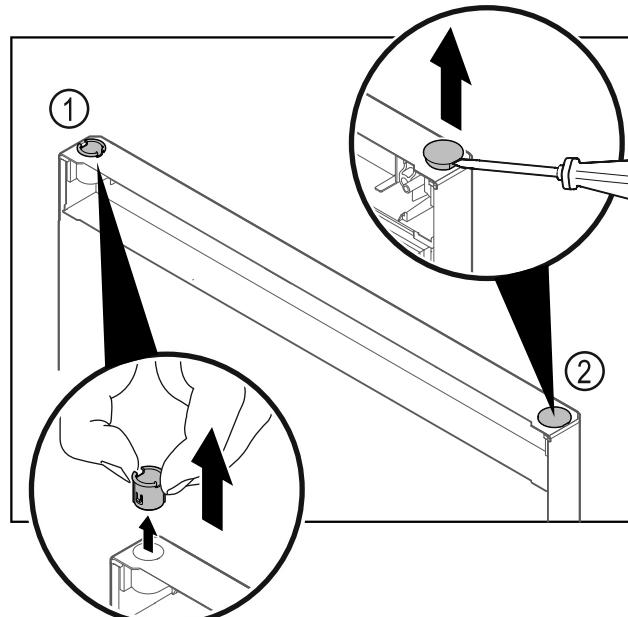

Fig. 35 Πόρτα τμήματος κατάψυξης
- Τραβήξτε έξω την υποδοχή μεντεσέ Fig. 35 (1) με τα δάχτυλα.
- Ανασηκώστε προσεκτικά την τάπα Fig. 35 (2) με ένα ίσιο κατσαβίδι και τραβήξτε την έξω.